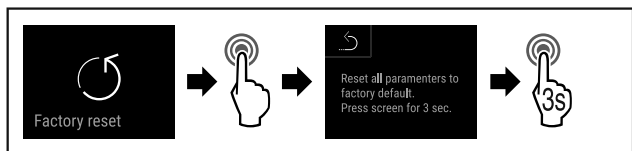

Fig. 105
- Suorita toimenpidevaiheet (katso Fig. 105) .